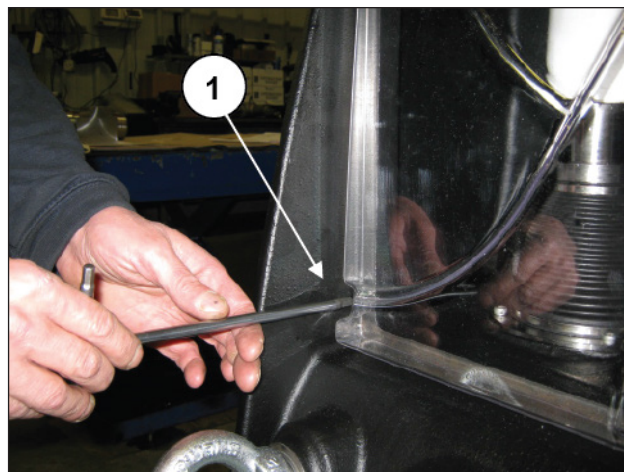
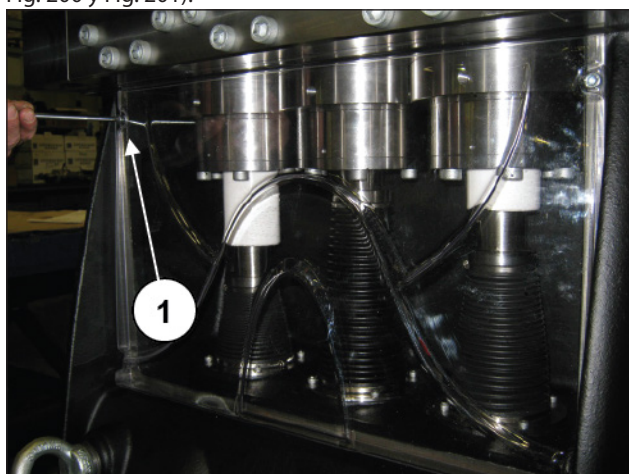

Fig. 201
Fig. 200
Controlar de manera visual el drenaje del orificio situado en el fondo de la cuba del cárter delantero. Si se detectan anomalías y oscilaciones en el manómetro de envío o pérdidas por el orificio de drenaje, controlar y sustituir el paquete de juntas. Para extraer los grupos de pistón operar del siguiente modo: Para acceder al grupo del pistón, es necesario aflojar los 4 tornillos M6 y quitar la tapa de inspección superior (pos. ①, Fig. 200 y Fig. 201).